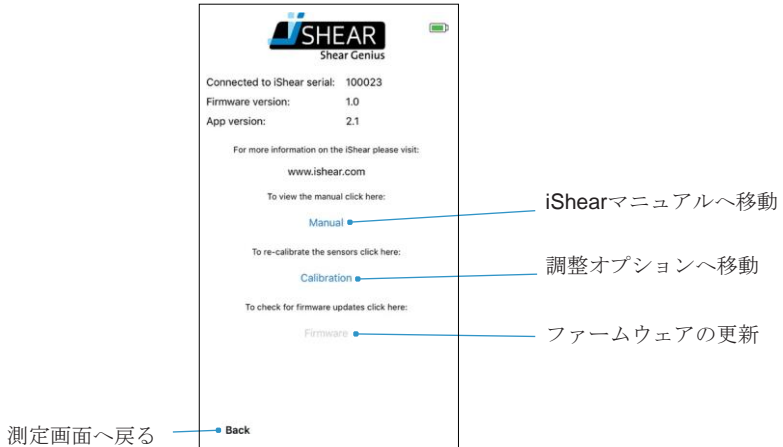

Figure 12 1- サポート画面
サポート画面 (Figure 12) はメニュー画面からアクセスでき、接続しているiShearのシリアル番号とファームウェア、アプリのバージョンを確認して頂けます。
• 車いす要件:	iShearは座面部が35-50 cm /133/4-20 inch 幅 (X) と 35-50 cm / 13 ³ / ₄ -20 inch 奥行 (Y). (Figure 12参照)のもので使用可能です。バックサポートは少なくとも 30 cm / 11.8 inch間隔をあけてください